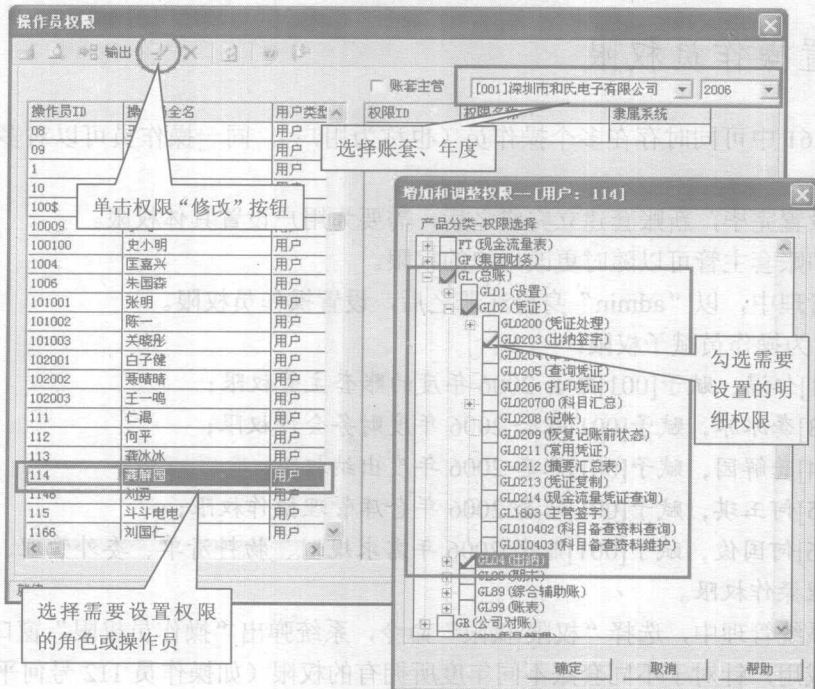

图 1-13
(2) 单击选中操作员“111”，选择 001 账套，选择 2006，然后勾选“账套主管”项，则将编号为“111”的操作员设置成为了 001 账套 2006 年账套主管。
(3) 选择操作员 114，然后单击“修改”按钮，系统弹出“增加和调整权限”窗口，勾选出纳和出纳签字等相应权限，然后单击“确定”按钮完成修改，如图 1-13 所示。